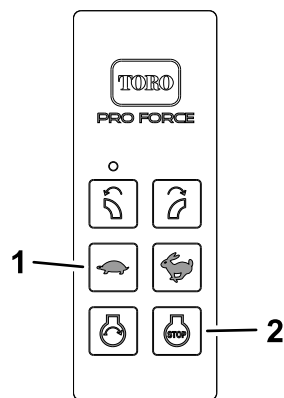

Figura 20
1. Apăsai pe butonul de REDUCERE TURAIE MOTOR (Figura 20) de pe telecomanda portabilă pentru a reduce turaia motorului (circa  $\frac{3}{4}$  din turaie).
2. Apăsai pe butonul OPRIRE MOTOR (Figura 20).